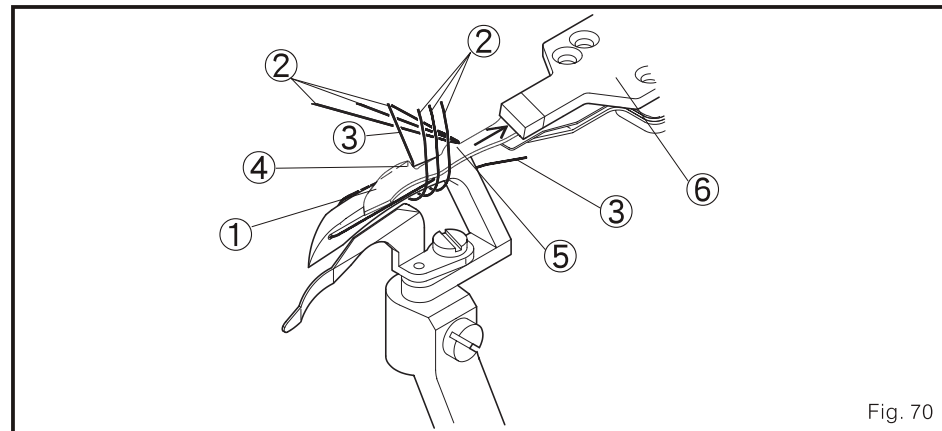

Fig. 70
3. Enquanto o refilador inferior 1 continua mexendo-se à direita, o fio agulha 2 e o fio do looper 3 são exatamente à direita das laterais da borda do refilado do fio 5 e da borda do refilado do looper de fio 4. Também, os fios devem ser levados pelo refilador superior 6 e refila para as bordas. (Fig. 70)